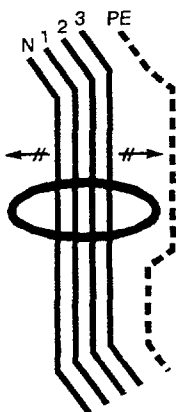

Figure 1
■ utiliser un tore de diamètre nettement supérieur à celui du câble traversant (2 x ø), (figure 1).